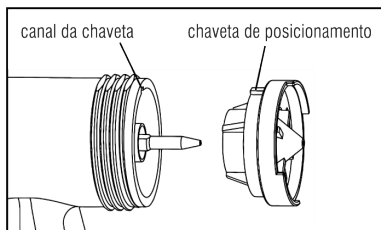

Fig. 9 - Montaje de la tapa de aire
- Para montar nuevamente la tapa de aire se debe encajar la chaveta de posicionamiento en su encaje, de acuerdo a la Fig. 9. Monte nuevamente los demás componentes;